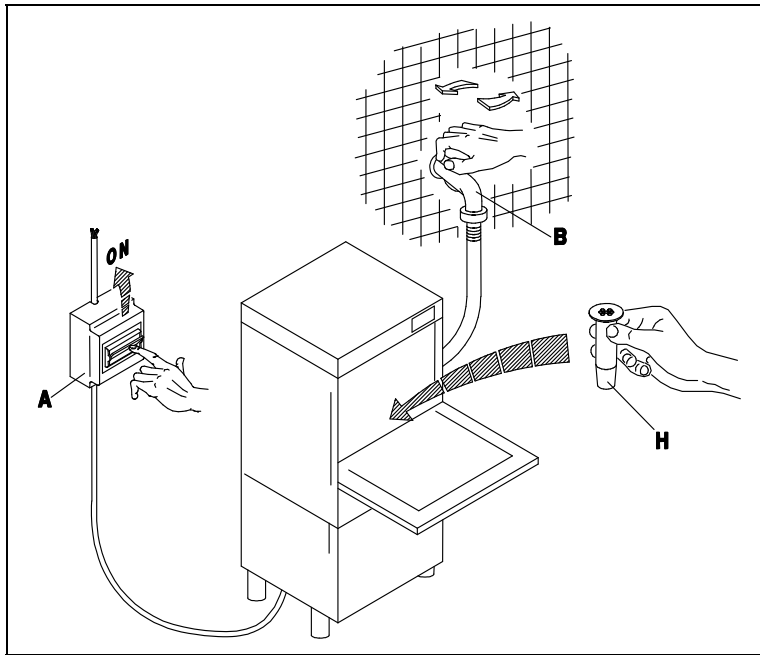

Bild. 3-1
- Den Wasserhahn (B) öffnen, den Hauptschalter einschalten (A), das Überlaufrohr einstecken (H), die Tür schließen und den Schalter 0-I (1) einschalten. Die Kontrolllampe (A) leuchtet auf und es startet die Befüllung von Boiler und Tank. Am Ende dieser Phase leuchten die Kontrolllampen (D) und (E) auf. (Bild. 3-1÷3-2)
(Bild. 3-1 - 3-2)